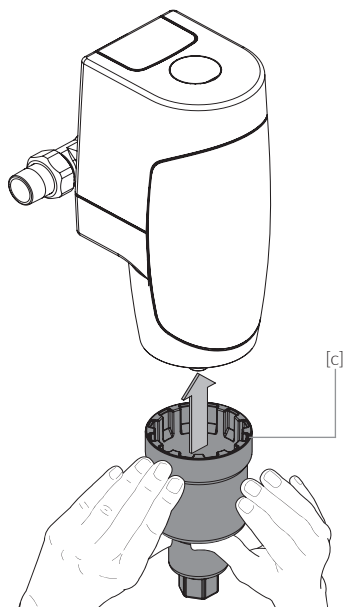

Abb. 8.6
- / Gemäß Abb. 8.6 die im Lieferumfang enthaltene Wartungsnuss [c] in den Filter einführen